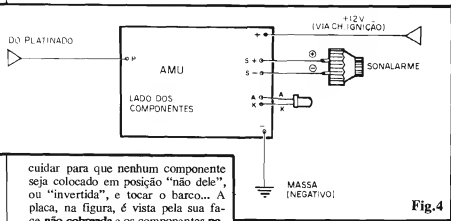

Fig. 4
- **FIG. 4 - CONEXÕES EXTERNAS À PLACA** - Poucas e simples (porém todas **importantes**...) e quase todas **polarizadas**, exigindo assim uma boa dose da boa e velha... ATENÇÃO! A polaridade da alimentação (aos pontos "+" e "-") deve ser cuidadosamente observada, de preferência usando-se fio **vermelho** para o **positivo** e **preto** para o **negativo**. O sinalizador piezo ("SONALARME") também tem terminais polarizados, cuja conexão aos respectivos pontos da placa deve ser feita "respeitosamente"... Quanto ao LED, como sempre é fundamental identificar e conhecer seus terminais de **anodo** (A) e **catodo** (K), ligando-os aos identificados pontos da placa... O